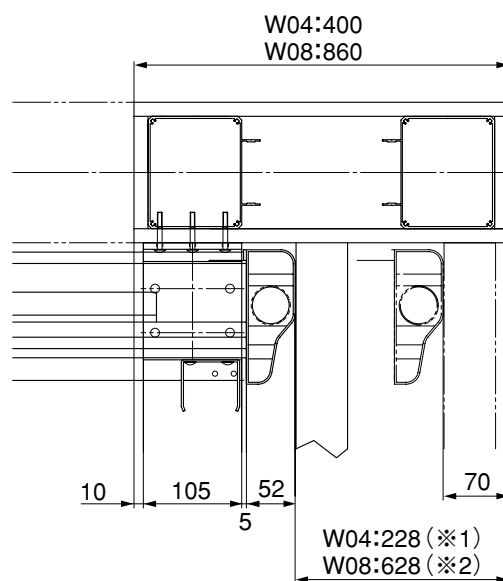

図3-3 壁柱と雨樋桁 Bracketの固定方法
- SA壁柱用桁 Bracketの取付けは、必ず壁柱内のアルミ型材の柱部に固定してください。（図3-3参照）